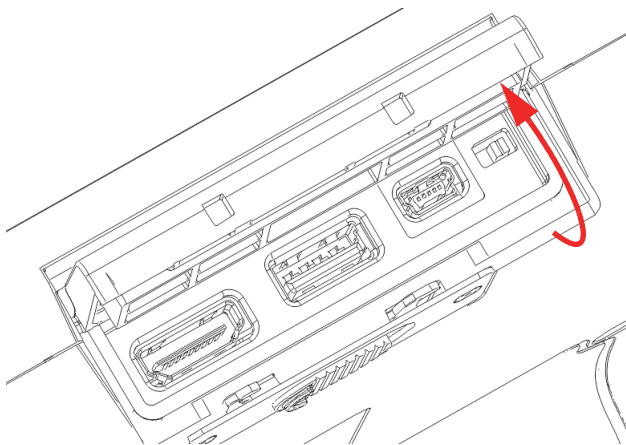

Рис. 3-4 Порт вывода данных — Крышка открыта
2. Откиньте крышку порта данных (см. Рис. 3-4 на стр 44).